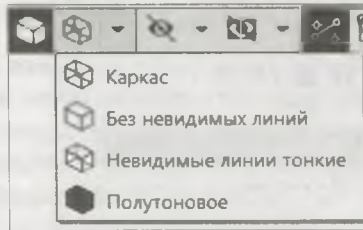

Рис. 19.8. Панель выбора типа отображения
- ◆ из **Панели быстрого доступа** кнопка **Полутонное с каркасом** (по умолчанию включена) и кнопка **Каркас** с выпадающей панелью (рис. 19.8), где можно выбрать нужный тип отображения.